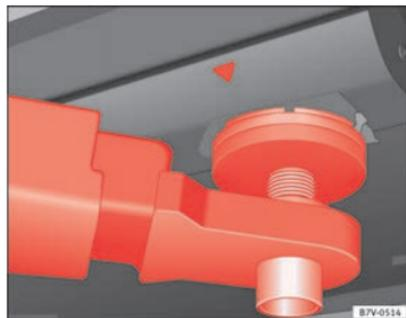
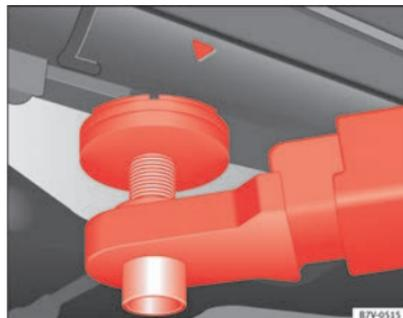

Abb. 163 Aufnahmepunkte vorn zum Anheben mit der Hebebühne oder dem Wagenheber.
Abb. 164 Aufnahmepunkte hinten zum Anheben mit der Hebebühne oder dem Wagenheber.
Das Fahrzeug darf nur an den in den Abbildungen ⇒ **Abb. 163** und ⇒ **Abb. 164** gezeigten Punkten angehoben werden. Wenn das Fahrzeug nicht an den gezeigten Punkten angehoben wird, können Schäden am Fahrzeug ⇒ **ⓘ** und schwerwiegende Verletzungen die Folge sein ⇒ **⚠**.
- Fahrzeug nur an den in den Abbildungen ⇒ **Abb. 163** und ⇒ **Abb. 164** gezeigten Punkten anheben. Wenn das Fahrzeug nicht an den gezeigten Punkten angehoben wird, kann das Fahrzeug von der Hebebühne fallen, wenn z. B. der Motor oder das Getriebe ausgebaut wird.